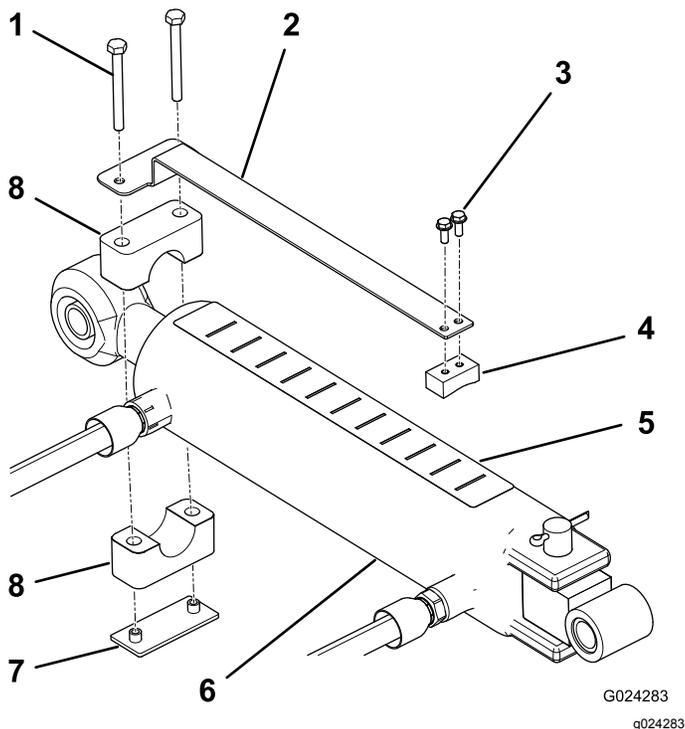

图8
1. 用 2 个机器螺丝#10 x ½ 英寸将深度计安装到滑块的平面侧并按照 图8 所示调整组件位置。
2. 使用管夹、焊接板和 2 个螺丝 ¼ x 2½ 英寸将深度计松松地安装到顶部连杆油缸的杆端 图8。确保管夹保持足够的松动使它们可旋转到所需的位置。
4. 将深度标贴粘贴到油缸顶部从操作位置能够看到的地方且不会影响液压软管或其他障碍物 图8。标贴带有“J”字母的一端应朝向打孔机。